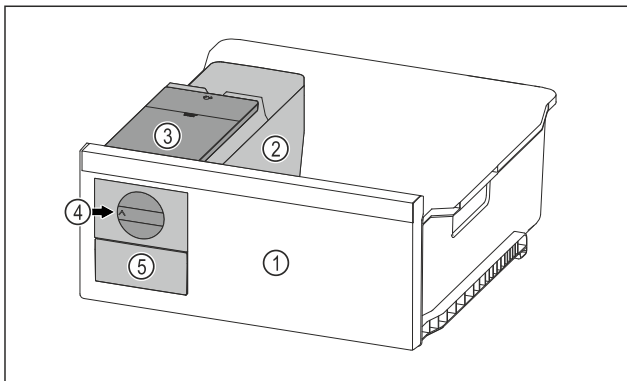

Fig. 70 Beispielhafte Darstellung
- ▶ Drehknopf *Fig. 70 (4)* im Uhrzeigersinn bis zum Anschlag drehen.
- ▶ Eiswürfel fallen aus der Eiswürfelschale in das Eiswürfel Schubfach *Fig. 70 (5)*.